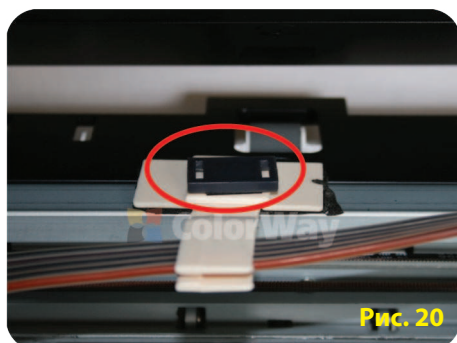

Рис. 20
- 5.3. Прикрепите наверх Т-образного крепления нижнюю часть П-образного держателя, это будет дополнительный упор для крышки сканера. (Рис. 20).